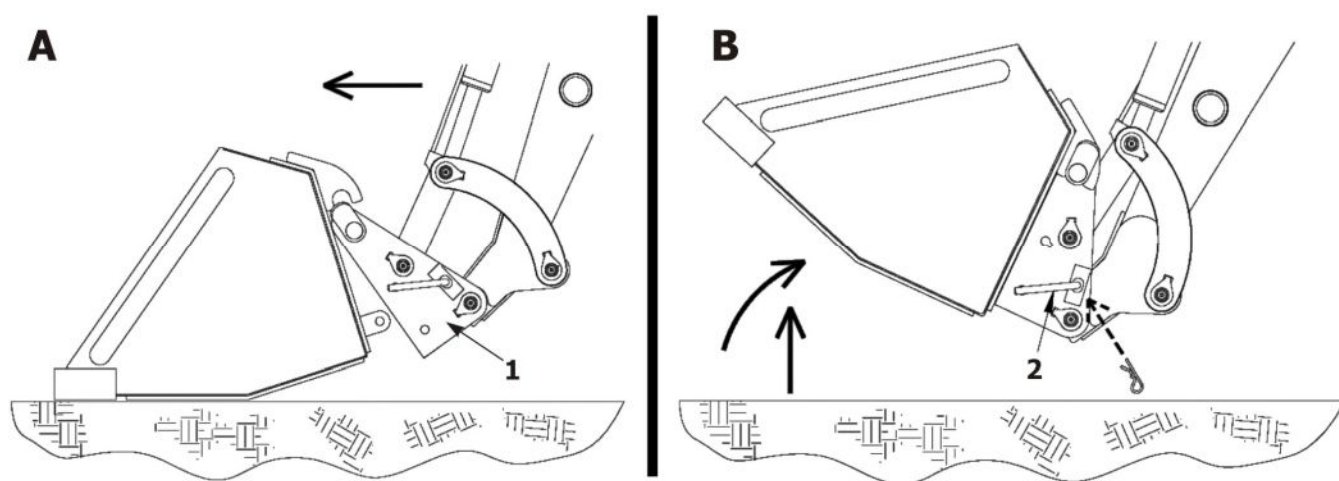

Рис. 7 Навеска рабочих органов погрузчика
1. Расположите трактор точно в пределах крюков ковша. Немного опустите «быстрое соединение» от вертикального положения. Медленно подайте трактор вперед до соприкосновения «быстрого соединения» 1 с ковшом (рис. 7А).
2. Медленно поднимите погрузчик и заведите «быстрое соединение» 1 в зацепление с крюками ковша. Далее поднимите ковш. Заглушить трактор. Зафиксировать ковш на «быстром соединении» используя стопорные штифты 2 (рис. 7В). Стопорные штифты зафиксировать шплинтами. Проверьте надежность фиксации ковша на погрузчике.